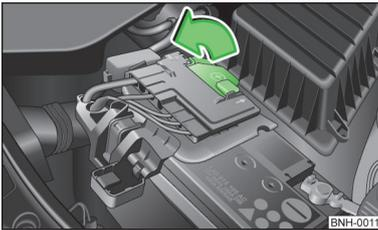

Fig. 133
- Abrir la cubierta en la dirección de la flecha » fig. 133.